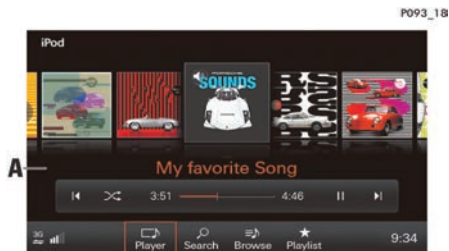

图 161: 播放音乐
2. 在封面浏览视图 A (图 161) 中，向左或向右滑动，直至所需专辑放大显示在中央。